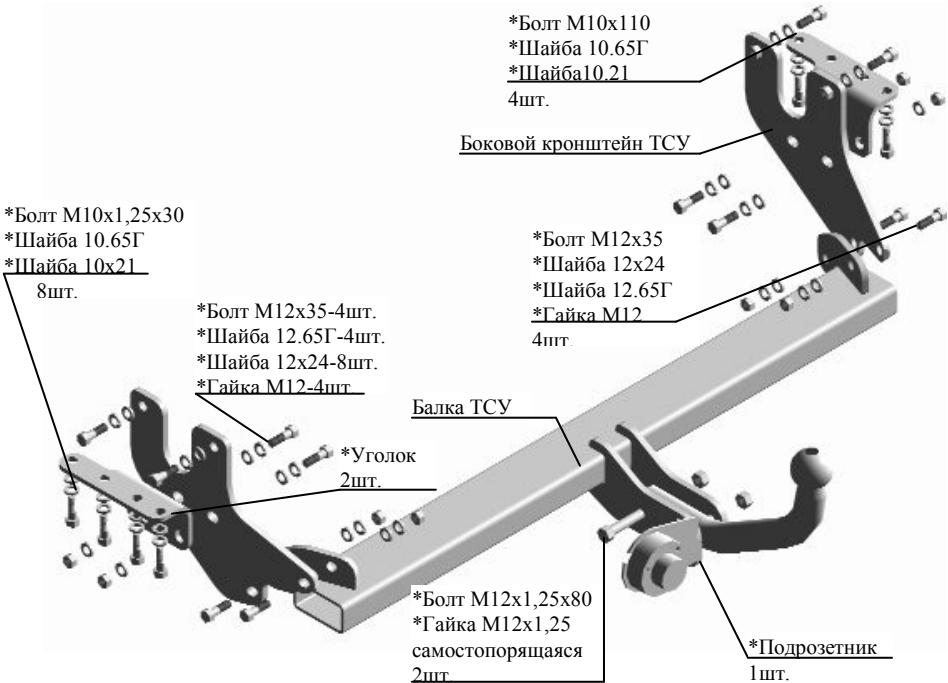

Рис.1 Тягово-сцепное устройство 7130
2.1 ТСУ 7130 в сборе (рис.1)	1 шт.
2.2 Пакет с комплектующими (см. рис.1) Задний колпак	1 шт.